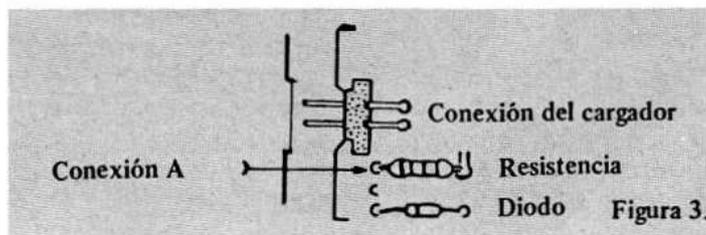

Figura 3.
- primera conexión, justo debajo de la toma del cargador, en la resistencia (Figura 3).